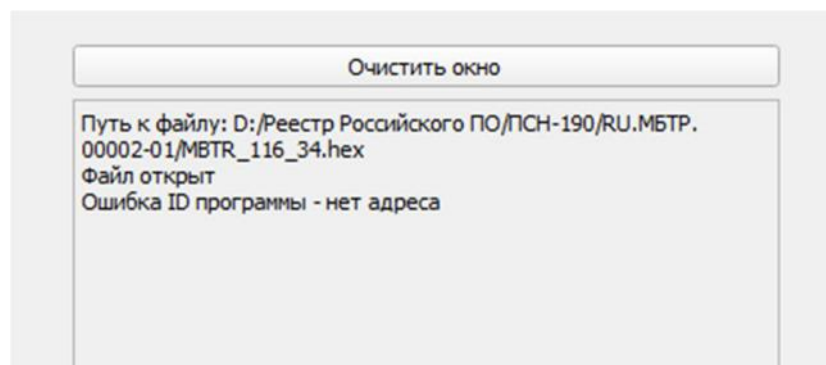

Рис. 11 – Выбранный файл не соответствует плате
14. Необходимо выбрать файл, соответствующий выбранной плате и нажать кнопку «Открыть». В случае ошибочного выбора файла в информационном окне появится сообщение «Ошибка ID программы – нет адреса» (рис. 11). В этом случае необходимо повторить пункты 12 и 13.